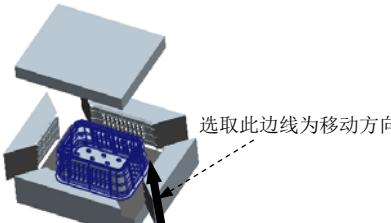
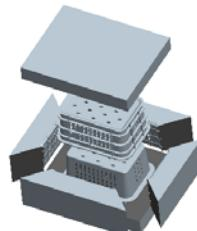

图 16.31 选取移动方向
图 16.32 移动后的状态
Step5. 开模步骤 3: 移动浇注件。选取图 16.31 所示的边线为移动方向, 输入要移动的距离值 500, 移出后的模型如图 16.32 所示。在“模具开模”菜单中单击 **Done/Return (完成/返回)** 按钮。